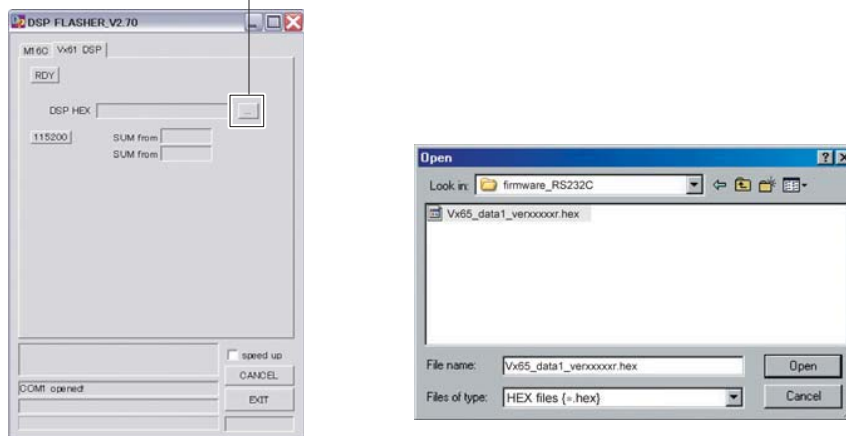

Fig. 5
3. Click [...] and select the firmware name. (Fig. 5)
3. [...] をクリックし、書き込むファームウェアを選択します。(Fig. 5)